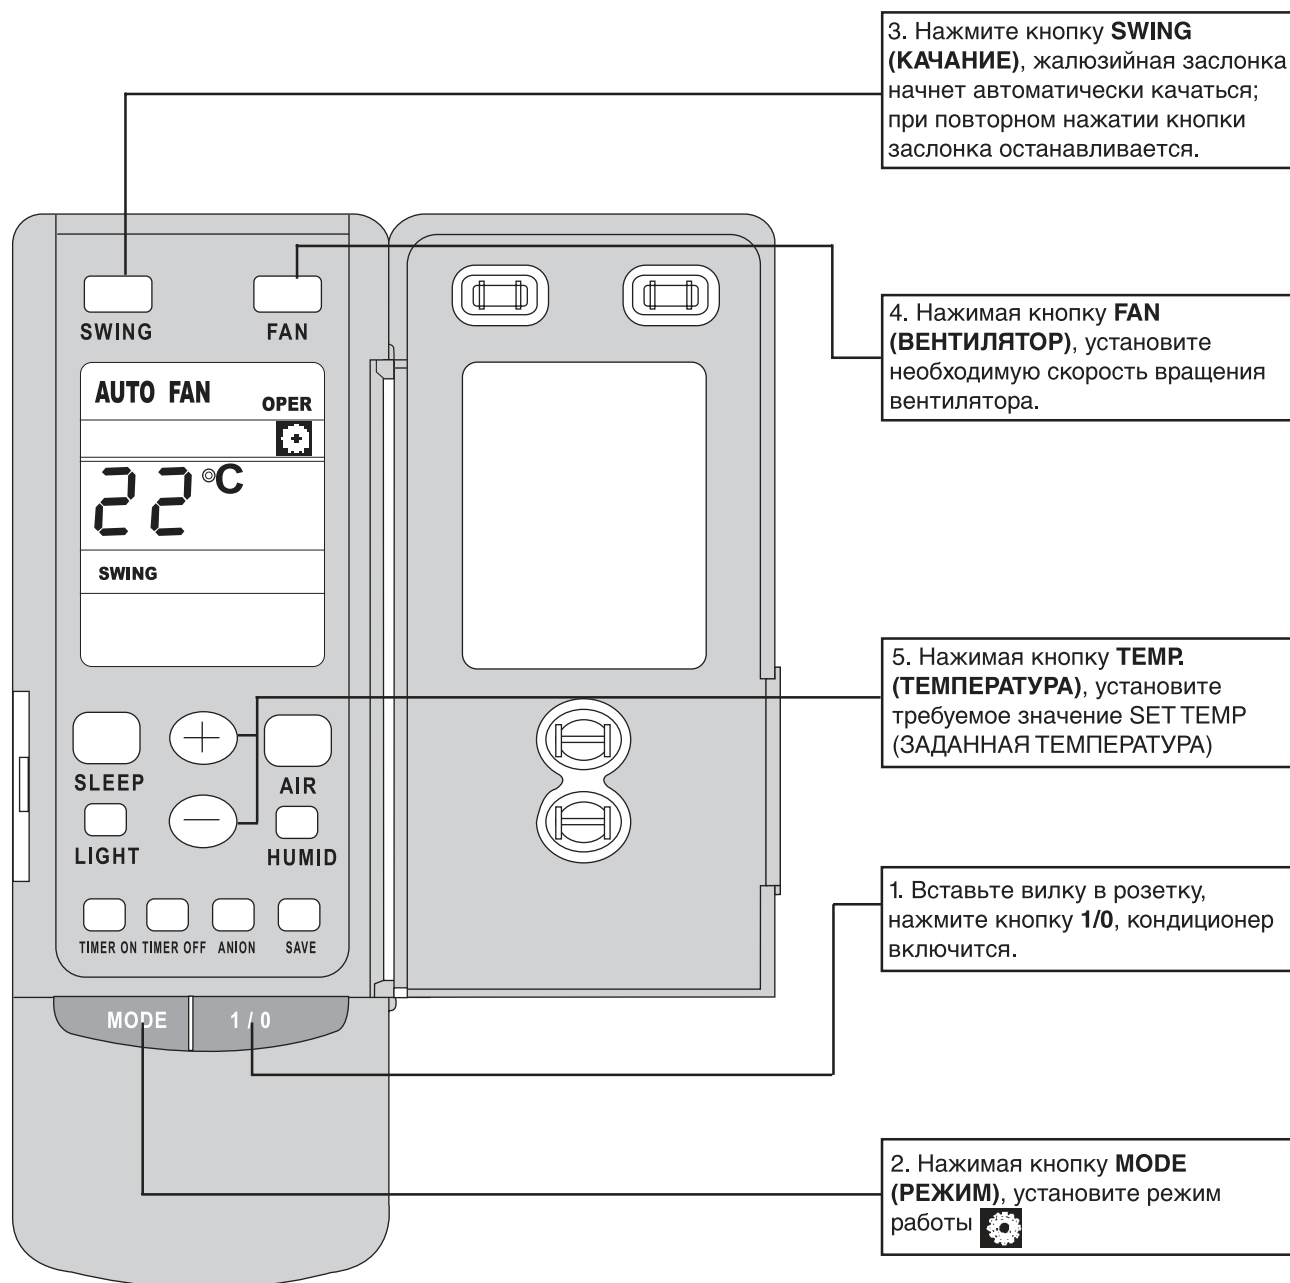

Рис. 3.4
3.1.4 Работа в режиме НАГРЕВ (рис. 3.4).